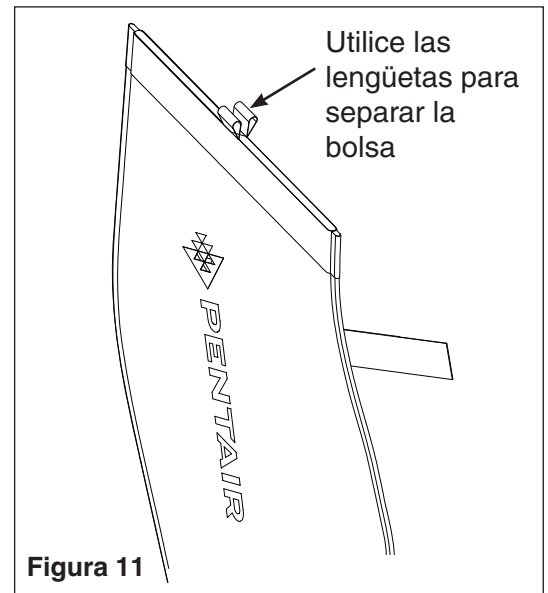

Figura 11
3. Abra el cierre de la bolsa al tirar las lengüetas de la tela en la parte de arriba (Véase figura 11). Sosteniendo el fondo de la bolsa, dé vuelta para vaciar los desperdicios por la parte de arriba. Si fuera necesario, enjuague la bolsa con la manguera.